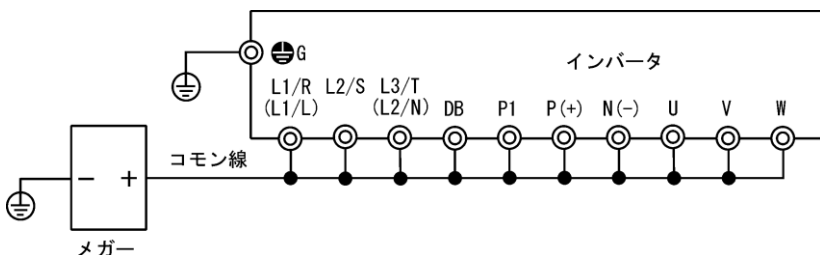

図 7.2 メガータスト
- 3) 主回路端子は、図 7.2 のようにコモン線で接続してください。